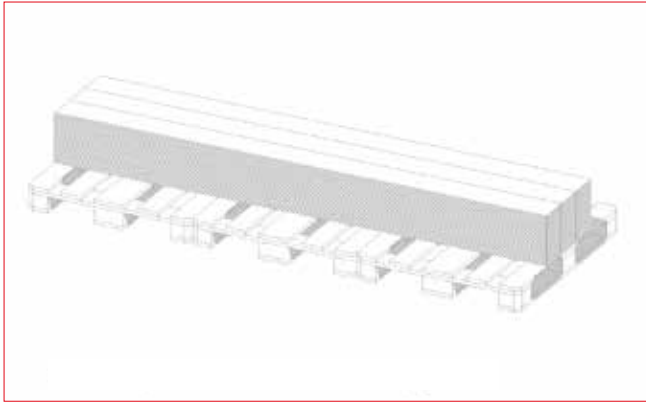

Fig. 4 – Oppbeverages horisontalt på en jevn overflate
- Før bruk bør Lap-plankene oppbevares horisontalt på flate paller eller støtter på en jevn overflate i en tørr, skjermet posisjon (se fig. 4)